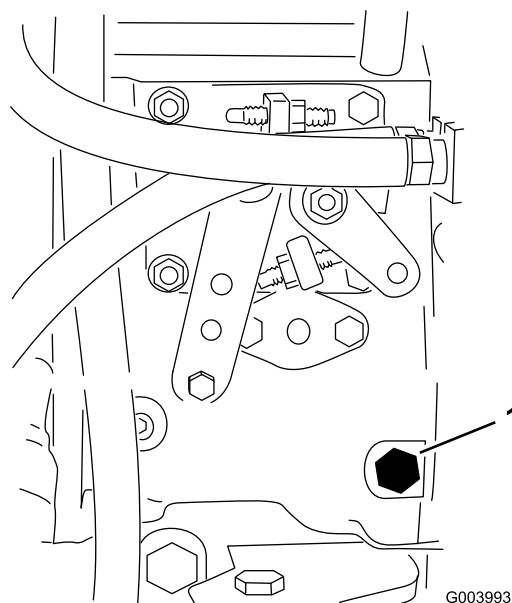

Figura 32
3. Con una chiave di 12 mm aprite la vite di spurgo dell'aria, situata sulla pompa di iniezione del carburante (Figura 32).